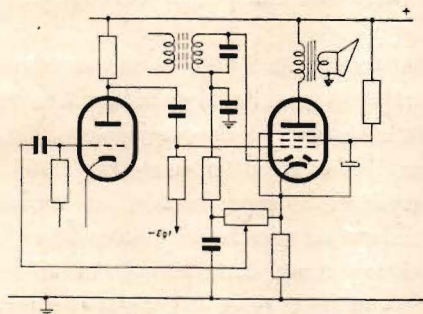
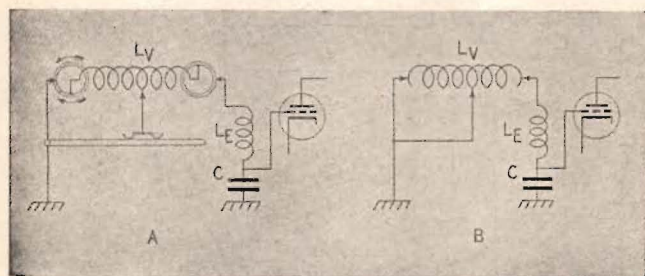
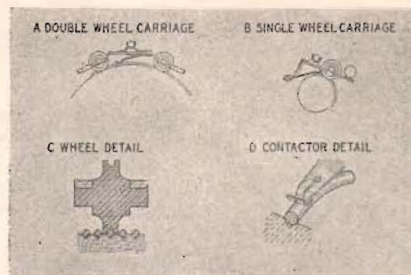

Fig. 2. Anordning för undvikande av att skärmgallerströmmen lämnar bidrag till den negativa återkopplingen.
Fig. 1. Avstämningskrets med variabel spole L_v , tillsatsspole L_e samt fast avstämningskondensator C .
Fig. 3. Detaljbild av löpkontakten, som följer spoltråden varv för varv.
Fig. 2. Den viktiga transatlantiska telegramtrafiken på kortvåg mottages i Riverhead med »diversity receivers», trafikmottagare med tre kanaler i antifading-koppling. Operatören justerar avstämningen i kanal nummer tre hos en av mottagarna.
Denna nackdel kan vid stora fordringar på ljudkvaliteten avhjälpas genom kopplingen i fig. 2, där skärmgallerväxelströmmen avkopplas till katoden och sålunda ej genomflyter katodmotståndet. Detta medför dock lägre utgångseffekt på grund av den reducerade skärmgallerspänningen samt kostnaden för en stor elektrolytkondensator. Ett annat sätt vore att använda andra filterkondensatorn (16 μ F) såsom avkopplingskondensator för skärmgallret, varvid anodspänningen uttages före sildrosseln. Denna speciella koppling medför en kraftig nästörning, men denna störning kan kompenseras genom att även trioden matas från samma punkt som slutrörets anod, dock över ett extra motståndskondensatorfilter med lämpliga data. Det är härvid möjligt att åstadkomma en neutralisering av nästörningen. Anodspänningarna till de tidigare rören uttagas efter sildrosseln.
Fig. 2 visar exempel på hur skalan kan utföras. Denna skala hör ihop med potentiometern på $5\,000 \text{ ohm}$ i fig. 1. Som visare begagnar man en remsa av klar celluloid, i vars mitt ett tuschstreck dragits. Se vi närmare på skalan, finna vi på densamma tre graderingar. Den yttersta av dessa användes för kondensatormätning med omkopplaren i läge 1. Avläsning sker då direkt i pF. Den mellersta skalan användes för kondensatormätning med omkopplaren i läge 2 eller 3. Vid läge 2 multiplicerar man den erhållna siffran med $1\,000$ och får då kapaciteten i pF, vid läge 3 multiplicerar man med en tiondel och får då kapaciteten i μF . Den innersta skalan användes för motståndsmätning med omkopplaren i läge 4 eller 5. Vid läge 4 erhålles motståndet direkt i ohm, vid läge 5 multipliceras siffran med 100 , och får man även då motståndet
Fig. 2. Exempel på skalans utförande. Denna skala är uppgjord för en viss potentiometer, som dock ej längre finns tillgänglig i marknaden, varför bryggan måste kalibreras med hjälp av noggrant kända motstånd och kondensatorer. (Populär Radio kan ej mottaga mätbryggor för kalibrering. — Red.)
Fig. 2. En spolenhet isärtagen för att visa konstruktionen. Delarna T, U, V och W bilda en mekanism, som åstadkommer automatiskt stopp i ändlägena. För övrigt hänvisas till texten.
Fig. 1 A visar, hur kontakt med den roterande spolens L_v ändas åstadkommes medelst släppringar. Den mot tråden anliggande kontaktfjädrarna (uttaget på spolen) kortsluter den närmast jord liggande, icke använda delen av spolen. Den lilla tillsatsspole L_e utgör tillsammans med ledningsinduktanserna den restinduktans eller nollinduktans, som, när hela spolen L_v är kortsluten, med kondensatorn C ger högsta avstämning-frekvensen. Kondensatorn C utgör tillsammans med lednings- och rörkapaciteter kretsens avstämning-kapacitet. Fig. 1 B är principschemat för anordningen. Fig. 2 visar en spolenhet isärtagen. Man ser där den roterande spolen J och ändkontaktfjädrarna G och Q samt löpkontakten O, som styres av stången D och frammatas av trissan N, allteftersom spolen vrides runt. Fig. 3 visar närmare löparen, utförd med en eller två trissor (B resp. A), trissan med spår för spoltråden (C) samt den tvådelade kontaktfjädrarna (D). Trissan, som styres av spoltråden, gör att löpkontakten följer med varv efter varv.